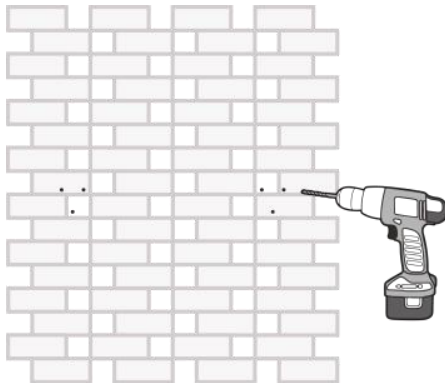

Figura 3-6
3. Según la posición de la marca, se hacen 6 agujeros de 10 mm de diámetro y más de 70 mm de profundidad en la pared con un taladro eléctrico, que se utilizan para colocar pernos de expansión M6, como se muestra en la Figura 3-6.